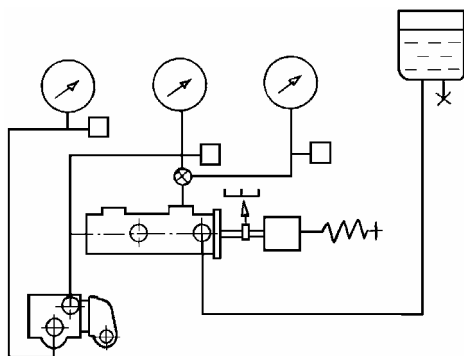

Рис.55.
18.4 Испытание регулятора давления задних тормозов, рис. 55, 56: